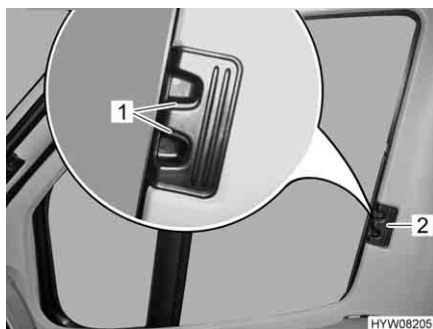

Bild 83 Plisségardin för förar-/passagerarfönster
- Tryck in låshandtagen (Bild 83,1) och håll dem intryckta.
- Ta tag i handtaget (Bild 83,2) och dra plisségardinerna för förar-/och passagerarfönstret till den andra fönstersidan och fäst med magnetremsorna.
- Ta tag i handtaget (Bild 83,2) till plisségardinerna för förarfönstret och passagerarfönstret och skjut in dem så långt det går.
- Släpp låshandtagen (Bild 83,1) och låt dem haka fast.